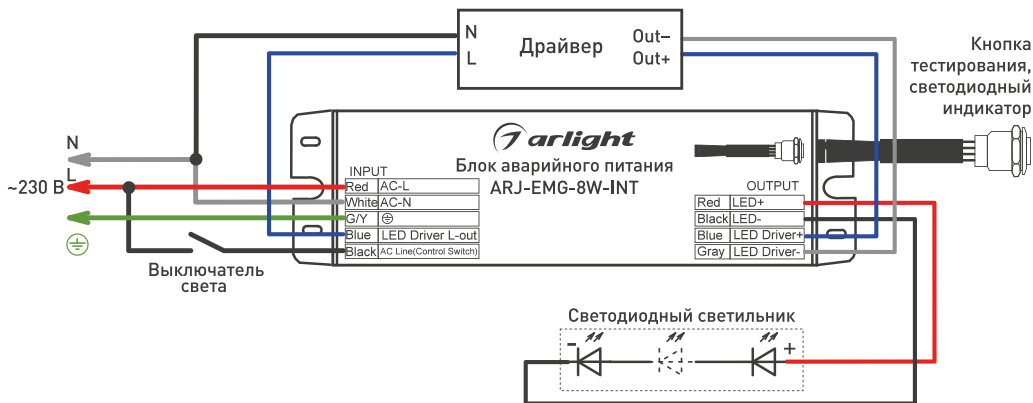

Рис. 1. Стандартная схема подключения
- 3.4. Подключите обесточенные провода электросети к источнику аварийного питания со стороны **INPUT**, соблюдая маркировку: L (фаза) — ко входу **AC L**, N (ноль) — ко входу **AC N**. Выключатель света должен быть подключен с одной стороны к L (фаза), а с другой — ко входу **AC Line (Control Switch)** (см. рис. 1).
- 3.5. Подключите сетевые выводы драйвера: **N** — к нейтрали сети, **L** — к сетевому проводу **LED Driver L out** блока аварийного питания, как показано на рис. 1.